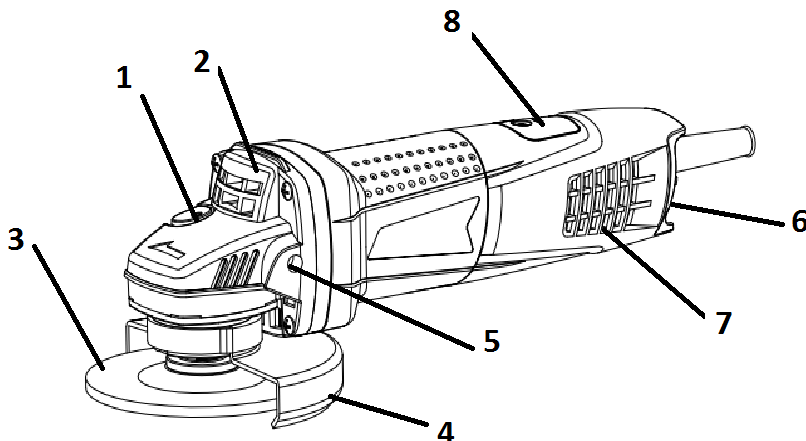

Рисунок 1
Зовнішній вигляд кутової шліфувальної машини електричної **TAG-12/950 VC** показаний на рис. 1.
2.2.1 Конструкція виробу складається з одноступеневого редуктора з кіничними шестернями в металевому корпусі (2), який приєднаний до пластикового несучого корпусу з колекторним двигуном змінної 1-фазного струму, перемикачем (6), вентиляційними сітками (7), мережевим шнуром живлення згідно з рис.1. Вихідний вал редуктора розташований перпендикулярно осі двигуна і є робочим шпинделем для приєднання змінних насадок (абразивних дисків) (3) з фіксацією затискною гайкою, або накрученими на шпиндель. На металевому корпусі (2) виконані нарізні монтажні отвори (7) для встановлення передньої рукоятки, та хомутим з'єднанням закріпленої захисний кожух (4) з можливістю фіксованого позиціонування по колу. Для фіксації шпинделя під час зміни дисків (3) в корпусі редуктора (2) передбачений кнопковий фіксатор (1). Електрична частина виробу складається з колекторного однофазного електродвигуна змінного струму, вимикача електроструму, з'єднувальних проводів і мережевого шнура. Захист від ураження електричним струмом користувача у виробу відповідає класу II за ДСТУ EN 61140:2015.